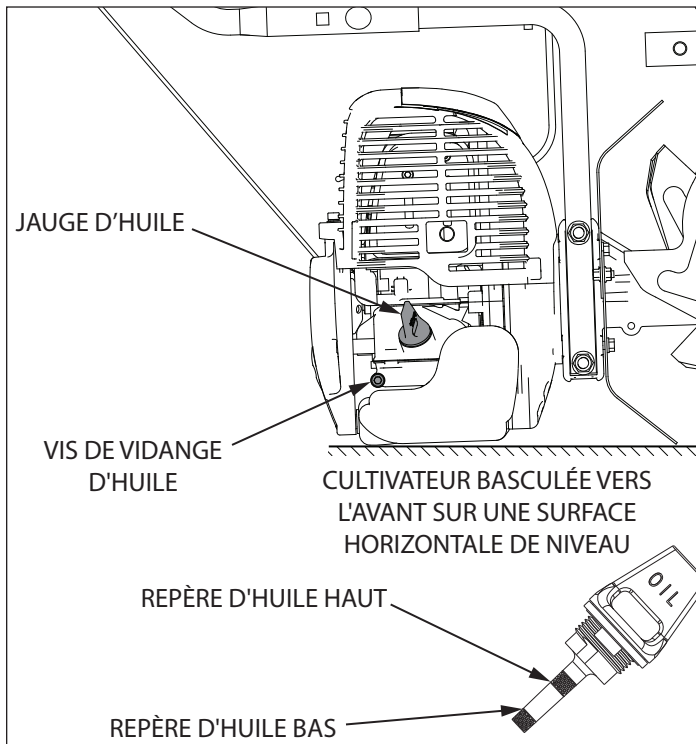

FIGURE 3
S'assurer que le moteur est posé sur une surface de niveau avant de contrôler ou de compléter le niveau d'huile. La position correcte de la machine pour contrôler ou compléter le niveau d'huile est face à terre, avec le réservoir d'essence de la MC440 en bas sur une surface horizontale. **VOIR FIGURE 3.**
4. Dévisser et contrôler la jauge. S'il n'y a pas d'huile sur la jauge, compléter le niveau d'huile jusqu'entre les repères bas et haut de la jauge. **VOIR FIGURE 3.**